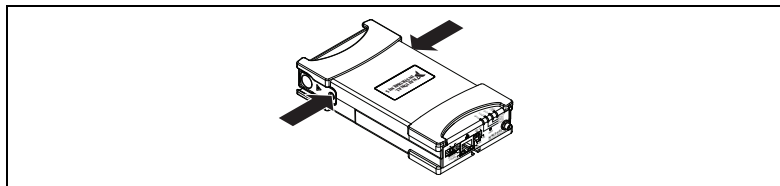

Figure 2. Mise en place du module
4. Appuyez fermement sur la face des connecteurs du module d'E/S de la série C pour enclencher le module dans le porte-module NI WLS/ENET-9163, comme le montre la figure 2.